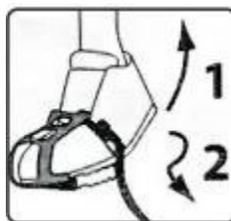

Figura 1
1. Ponga los pies en los pedales, apriete el cinturón de seguridad hacia arriba y ajústelo a una posición adecuada. Como se muestra en la figura 1